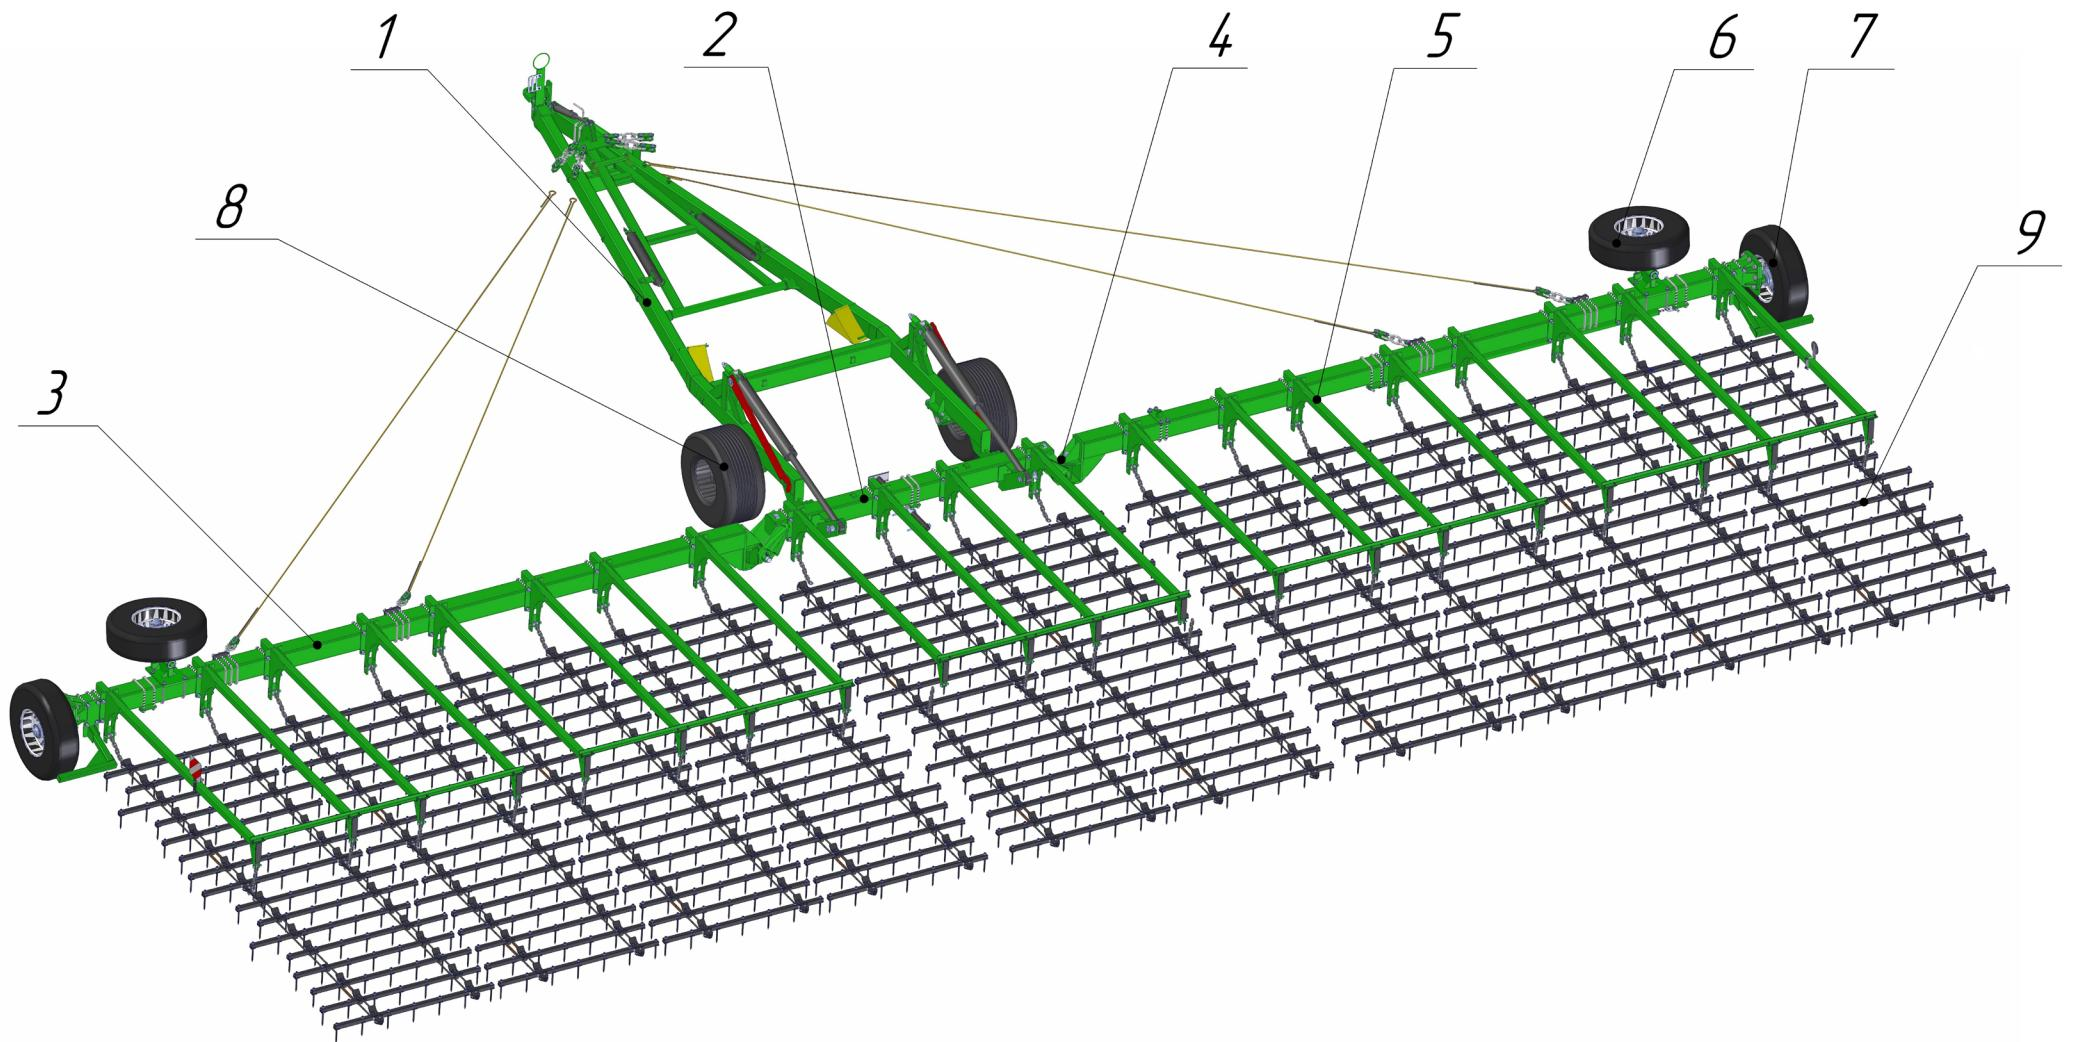

Рисунок 3 – Тяжелая шлейф борона
Бороны (Рис.3) состоит из дышла (1), балки поперечной (2) и балки продольной (3) соединённая между собой крестовиной (4). На балки (2), (3) устанавливаются стойки (5) для присоединения секций (9). Опора транспортного колеса (6) и опора рабочего колеса (7) устанавливаются на балки продольной (3), с последующей установкой на них колес, для поддержания бороны в транспортном и рабочем положении. Опора колеса дышла (8) устанавливается на дышле (1).